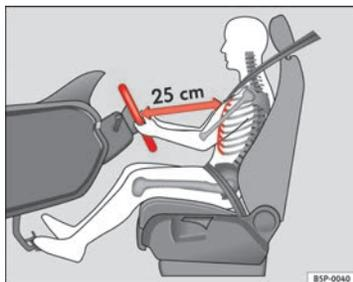

Fig. 1 La distanza corretta tra il conducente e il volante
- Regolare la posizione del volante in modo tale che la distanza tra il volante stesso e il torace sia di almeno 25 cm ⇒ fig. 1.
- Posizionare il sedile di guida in modo tale che tra lo sterzo del conducente e il centro del volante ci sia una distanza di almeno 25 cm ⇒ **fig. 1**. Se si sta seduti a meno di 25 centimetri di distanza non si può essere protetti con adeguata efficacia dal sistema degli airbag.